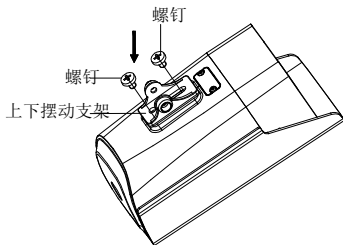
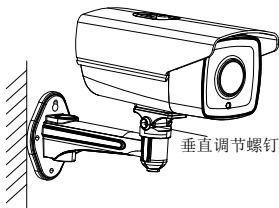

图2-20 安装底座螺钉
图2-21 完成安装
4. **固定摄像机：**将摄像机底座用螺钉固定到摆动支架上，再将摄像机和摆动支架固定到壁装支架上，用垂直调节螺钉拧紧固定即可，如图 2-20 和图 2-21 所示。